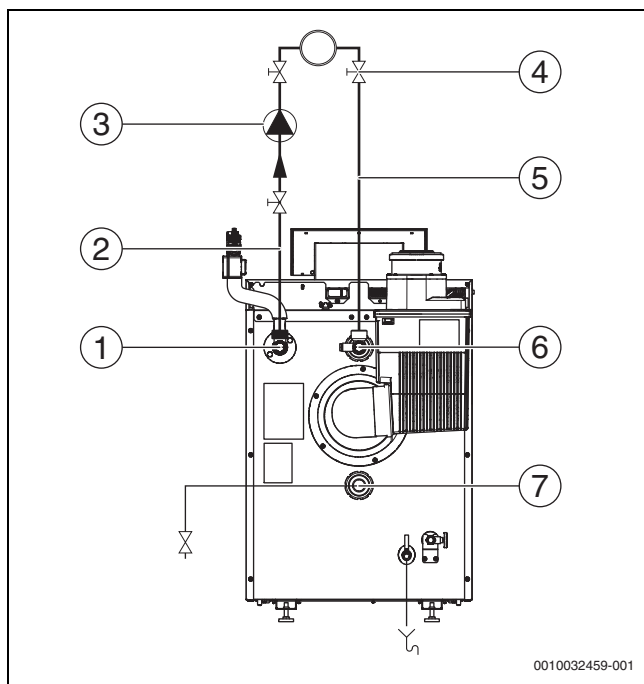

Bild 19 Anschlussschema Hydraulik (dargestellt KB195i-19/25 BZ)
- ▶ Ausdehnungsgefäß am T-Stück des Rücklaufs anschließen (→ Bild 19, [3], Seite 19).